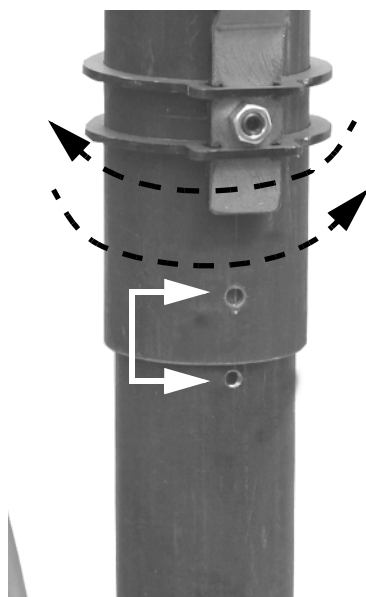

Рис. 15
- 2 Опустить вниз конечную часть головы сгорания, вращая ее легкими движениями влево-вправо до тех пор, пока указанные отверстия (Рис. 15) не совпадут и закрепить ее винтом, указанным на Рис. 16.